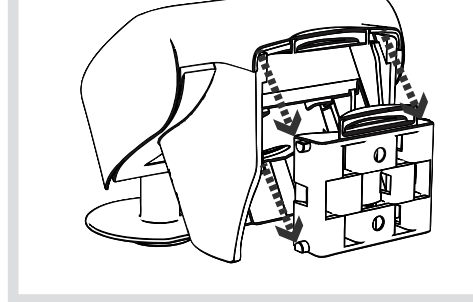

Figura 8: montaje en la fijación
- (10) Bornes de conexión para la tensión auxiliar
- (11) Terminal de conexión de bus KNX
- (12) Conector enchufable para el sensor de precipitación en la tapa de la carcasa
- (13) Tecla y LED de programación
- (14) Antena GPS
- Colocar la tapa (8) en la parte inferior de la carcasa (3) y apretarla con cuidado hasta que se oiga que se ha encajado.
- Colocar la estación meteorológica en la fijación montada insertándola por arriba. Prestar atención a que se oiga como encaja el perno de la fijación a pared/mástil en las guías de la parte inferior de la carcasa (figura 8).